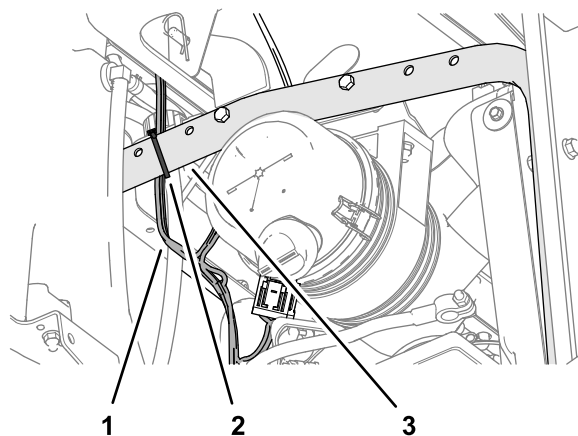

図 19
3. エンジンの上方で、電源ハーネスをラジエターのサポートチューブに図 19 のように固定する。